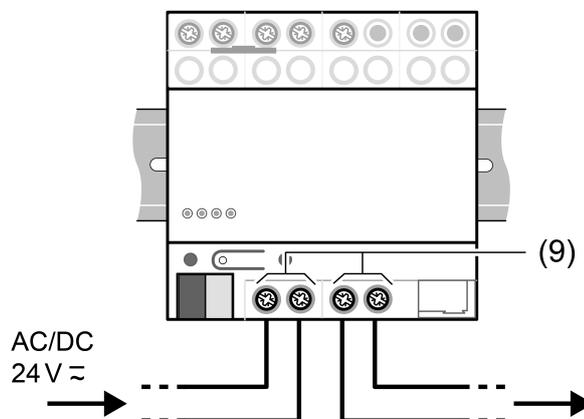

Bild 6
- Abschlusswiderstand (11) parallel zur DMX-Busleitung an die Klemmen **DMX In +** und **DMX In -** anschließen.
Die beiden Klemmenpaare (9) können zum Durchschleifen der externen Spannungsversorgung genutzt werden (Bild 6).